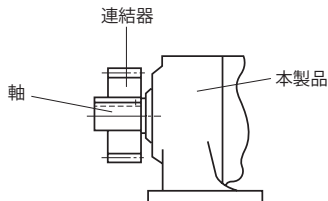

図 5-3
- ・スプロケットやギヤの荷重作用点が、軸中央より本製品側へくるようにしてください。(図 5-3 参照)